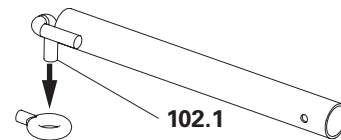
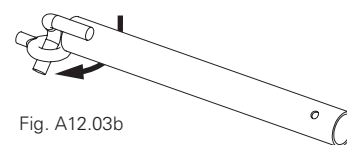

Fig. A12.03a
Fig. A12.03b
2. Ruotare il gancio di fissaggio (**102.1**) dell'ancoraggio per impalcatura verso il basso e inserirlo nel golfare dall'alto fino all'arresto. (Fig. A12.03a) Ruotare l'ancoraggio per impalcatura in senso orario, in modo che il gancio di fissaggio si trovi in posizione orizzontale sotto il golfare. (Fig. A12.03b + A12.03c)